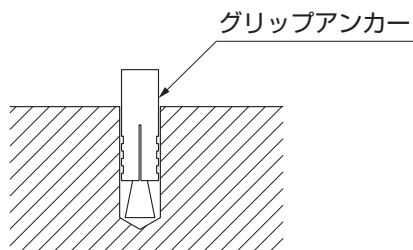

図13-6
- ①グリップアンカーを軽く叩いて挿入し、手ごたえが変わるまでハンマーなどで叩き込んでください。(図13-6参照)